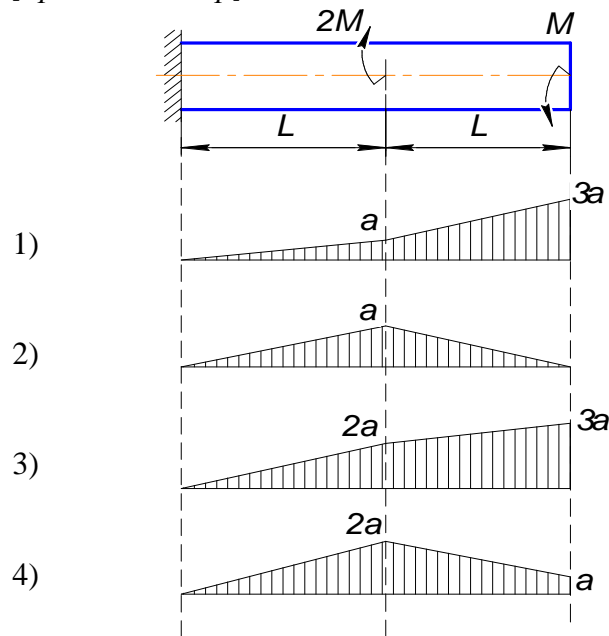

Рис.2.34
2.65. Эпюра изменения углов поворота сечений вала $\alpha = M \cdot L / G \cdot I_p$ рис. 2.34 показана на схеме... [простой выбор]